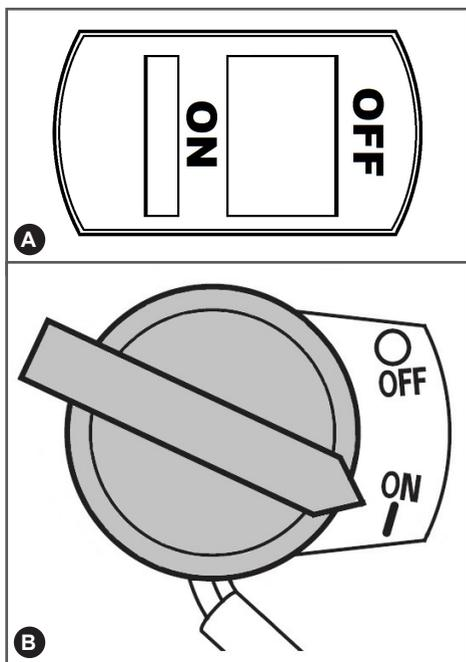

Рис. 31. Выключатели зажигания
6. Включите зажигание, для этого на выключателе зажигания на рукоятках нажмите кнопку «ON» (Включено) (Рис. 31А), а выключатель на двигателе переведите в положение «ON» (Включено) (Рис. 31В).
При возникновении аварийной ситуации, для экстренной остановки двигателя устройства отпустите рычаг включения хода и переведите ближайший выключатель зажигания в положение «OFF» (Выключено) (Рис. 31).
4. Нажмите на выключателе зажигания кнопку «OFF» (Выключено) (Рис. 31).